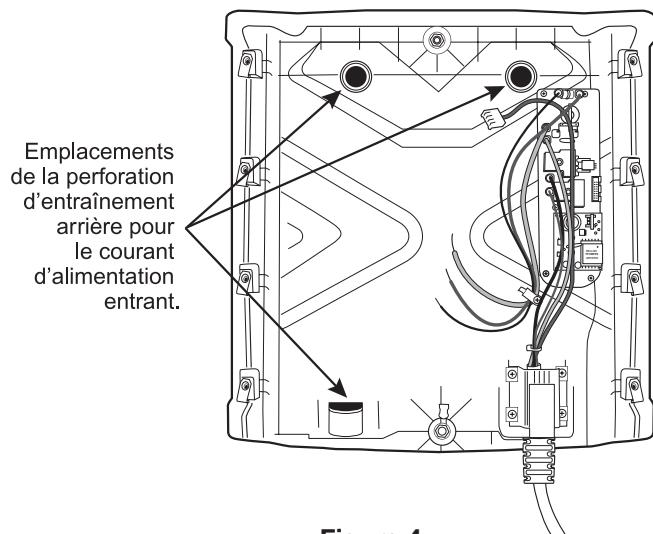

Figure 4
3. Dans la base du chargeur, déterminez lequel des trois emplacements sera utilisé pour le câble d'alimentation entrant puis percez à cet endroit (Figure 4).